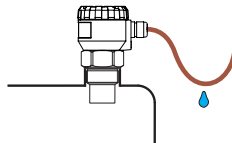

Abb. 14: Eindringen der Feuchtigkeit vermeiden
- Das Kabel sollte unter der Kabeltülle (Durchhängen schräg nach unten) geführt werden. Dadurch wird eventuelles **Eindringen der Feuchtigkeit** vermieden. Regen- und Kondenswasser kann somit frei abfließen (Abb. 14).